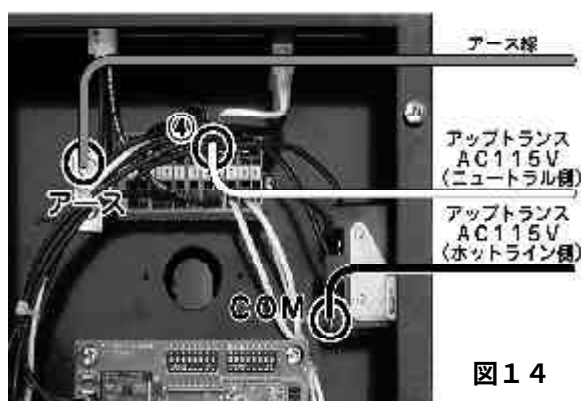

図14
- ①標準付属品の電源コード3mの白色コードを、ターミナルブロックの④の空いている端子に接続します。(図14)
- ②もう一方の黒色コードの先端に裸圧着端子をつけ、電装ボックス右上の高圧スイッチの一番下の空いているねじ端子(COM端子)に接続します。
- ③アース線を接続します。
- ④電圧アップトランスの電源プラグを100Vコンセントに差し込みます。
- ⑤電圧アップトランスのスイッチを[OFF]
- ⑥本機の電源コードを電圧アップトランスの115Vコンセントに差し込みます。